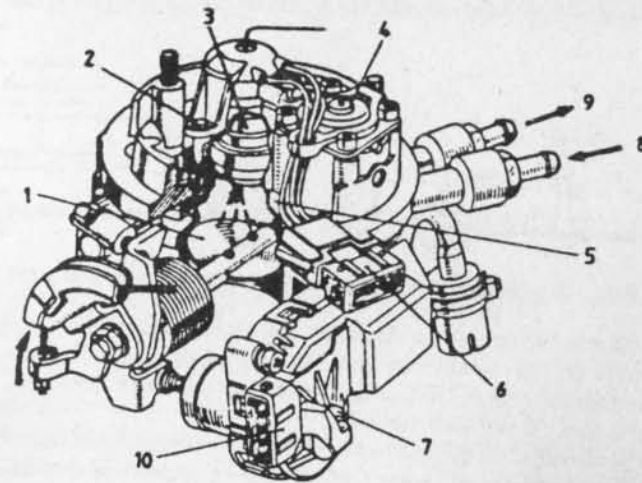

Fig. 3-22.— Unidad central de inyección, sistema monopunto
Central de inyección.— Comprende todos los elementos para la inyección de la gasolina a presión. En (1) está la mariposa de aceleración, que opera con la presión del pie del conductor. El inyector está en (3) (Fig. 3-22), e inyecta gasolina a presión de 1 bar. al motor en la cantidad precisa regulada por la UEC, de acuerdo a la cantidad de aire, velocidad y temperatura del motor.